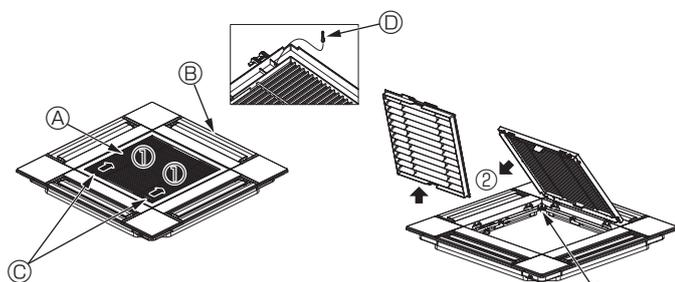
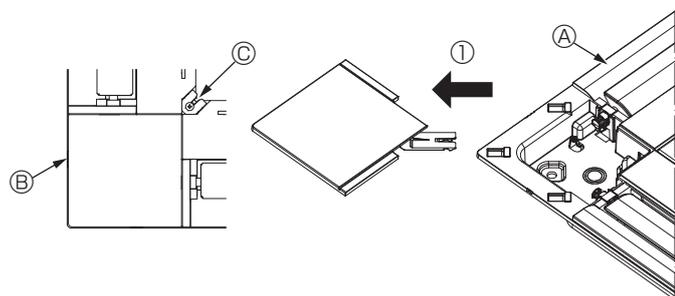

Fig. 6-3
Fig. 6-4
6.2.1. Снятие решетки впуска воздуха (Fig. 6-3)
• Переместите рычаги на решетке на впуске воздуха по направлению, обозначенному стрелкой ①. Решетка откроется.
• В открытом положении решетки впуска воздуха снимите петлю, как показано стрелкой ②.
6.2.2. Снятие угловой панели (Fig. 6-4)
• Открутите винт в углу угловой панели. Сдвиньте угловую панель, как показано стрелкой ①, чтобы снять ее.